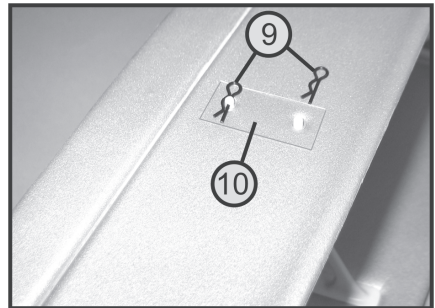

Figure 14
Placez l'aile inférieure au milieu sur le modèle réduit et fixez-la avec les bagues en caoutchouc fournies (9). Les boulons des montants d'aile doivent mordre les ouvertures prévues à cet effet de l'aile inférieure (voir Figure 14).